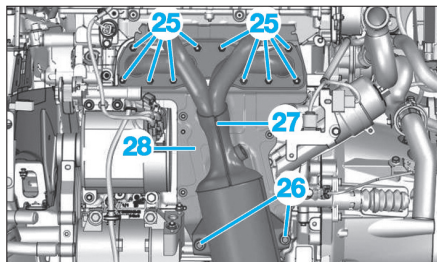

Fig. 76
- les écrous (25) (Fig.76),
- les vis (26),
- l'ensemble collecteur/catalyseur (27),
- le joint/écran thermique (28).